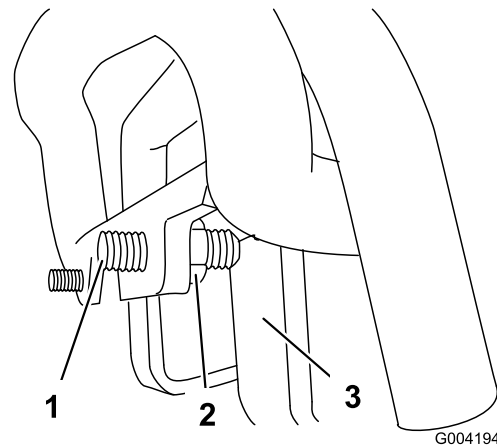

Figura 56
3. Se máquina desviar para a **esquerda**, desaperte a porca de bloqueio **direita** e ajuste o parafuso de afinação do acompanhamento na frente do controlo de tração (Figura 56).
4. Se máquina desviar para a **direita**, desaperte a porca de bloqueio **esquerda** e ajuste o parafuso de afinação do acompanhamento na frente do controlo de tração (Figura 56).